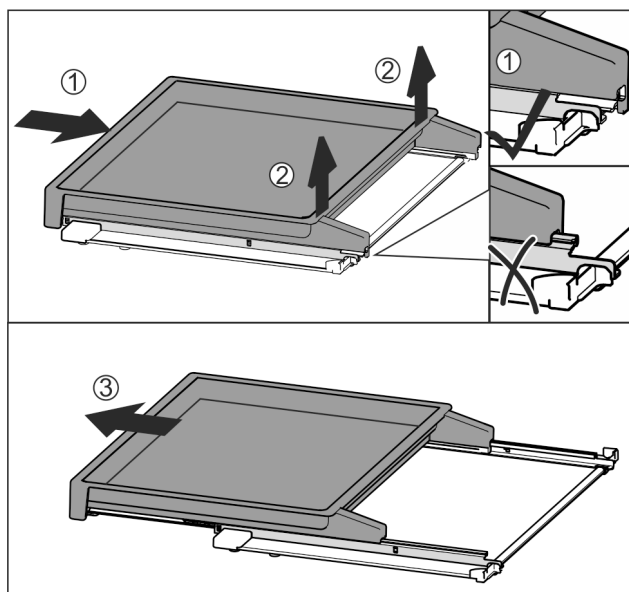

Fig. 154
- ▶ Izvlačni pretinac pogurnite do kraja Fig. 154 (1).
- ▶ Otpustite zapor sa stražnje strane Fig. 154 (2).
► Izvadite izvlačni pretinac prema naprijed Fig. 154 (3).